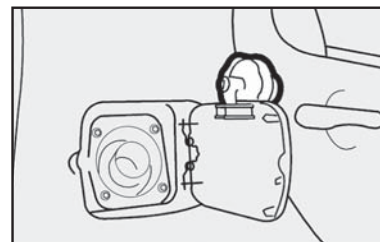

fig. 84
- após a retirada da tampa, encaixe-a no suporte existente na portinhola **fig. 84**.